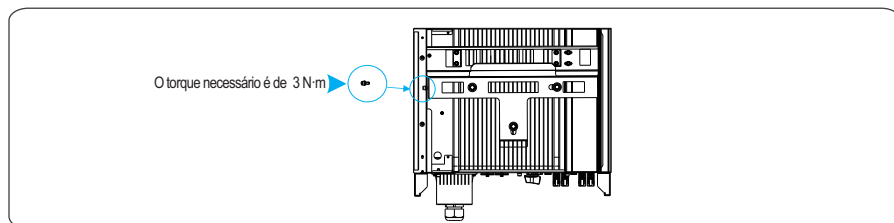

Figura 4.12 Protegendo o inversor
Passo 3 Aperte um parafuso à direita do inversor e o parafuso de retenção no painel traseiro, e certifique-se de que estejam fixados, conforme mostrado na Figura 4.12